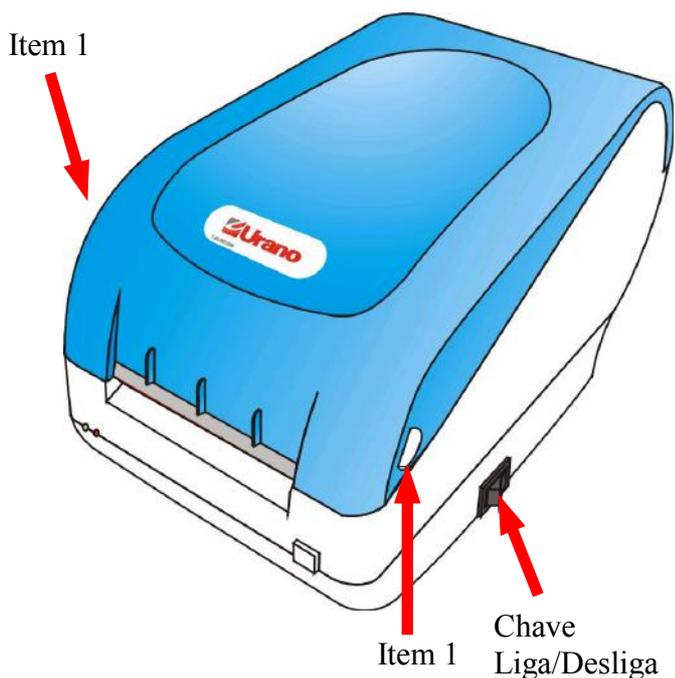
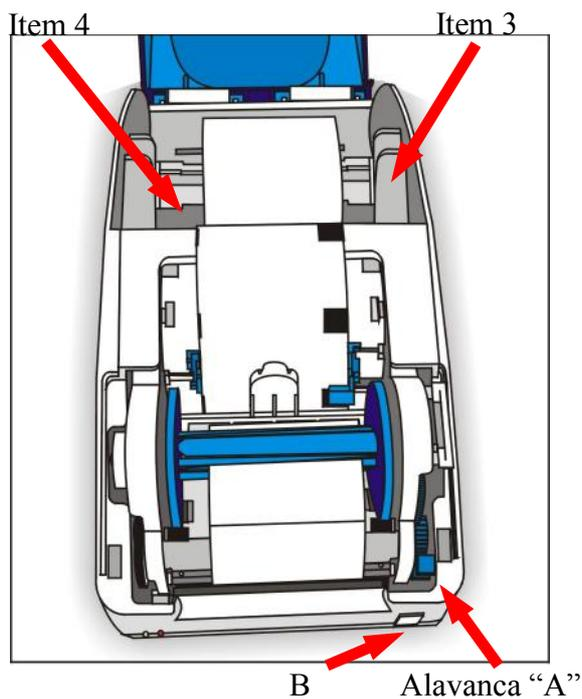
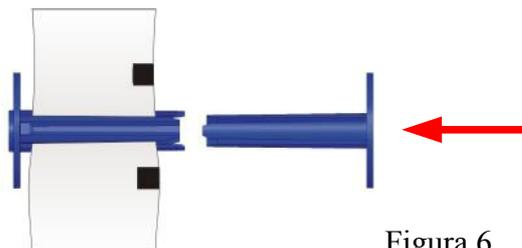

Figura 4
Figura 5
Figura 6
- 1) Abra a tampa superior da impressora para a colocação do rolo de etiquetas, pressionando os botões que se encontram nos cantos da tampa, conforme item 1 da figura 4.
- 3) Coloque a nova bobina no suporte da bobina de papel, item 4 da figura 5, passando o suporte no centro da bobina de papel.
- 4) Coloque o suporte com a nova bobina no compartimento da bobina do papel, item 3 da figura 5.
- 5) Introduza o papel na parte traseira do mecanismo, até sair pela frente do mesmo. Para este procedimento, certifique-se que a alavanca esteja liberada (alavanca "A" para cima). Prenda a ponta o papel no rolo rebobinador, figura 6, colocando-o entre os fixadores do rolo, enrole a sobra de papel girando o suporte com as mãos, recolque-o no mecanismo e trave a alavanca, empurrando-a para baixo. Pressione e solte o botão "B" de avanço "figura 5", até esticar o papel.
Para trocar o rolo de etiquetas será necessário remover o liner usado na impressora. Para isso, abra a caixa da impressora pressionando os botões da lateral do equipamento, item 1 da figura 4. Solte a alavanca “A” (figura 5) movimentando-a para cima. Retire o rolo rebobinador da impressora, desencaixando-o para remover o liner usado. Após este procedimento, siga os passos do item 1.6 “*Colocação do rolo de etiquetas*”.